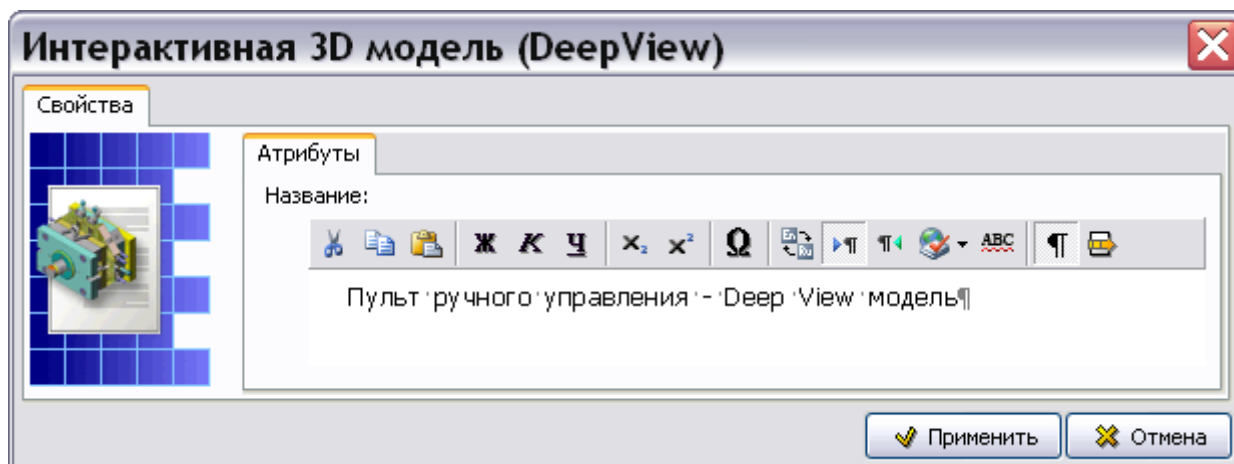

Рис. 6.64
2. Нажмите на кнопку **DeepView модель** . При этом откроется окно **Интерактивная 3D модель (DeepView)** (Рис. 6.64).
3. На вкладке **Атрибуты** введите название модели (Рис. 6.64).